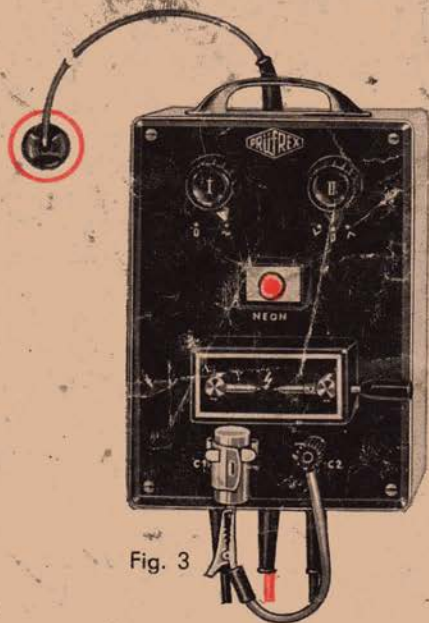

Fig. 3
2. Kondensatoren tilsluttes som vist på fig. 3.